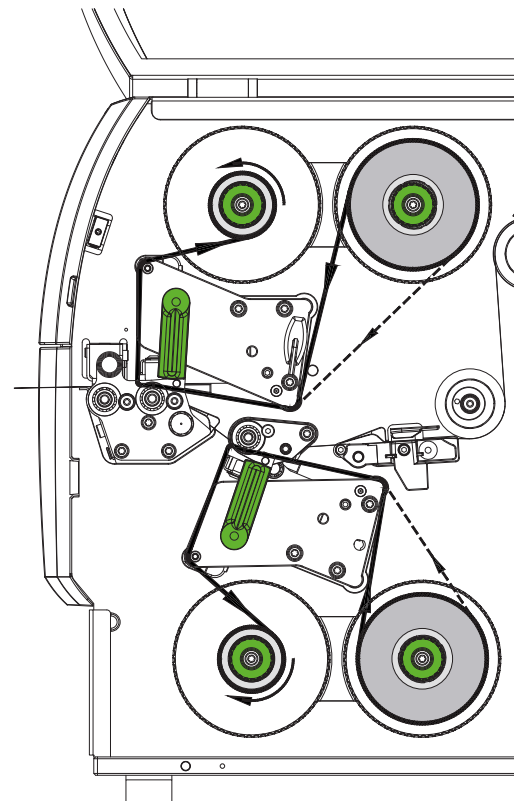

Bild 18 Transferfolienlauf
2. Hebel (6) in Gegenuhrzeigerrichtung drehen, um den oberen Druckkopf anzuheben.
3. Transferfolienrolle (1) so auf den Abwickler (2) schieben, dass die Farbbeschichtung der Folie beim Abwickeln nach unten weist.
4. Transferfolienrolle (1) so auf dem Abwickler positionieren, dass beide Enden der Rolle bei identischen Skalenergebnissen liegen.
5. Transferfolienrolle (1) festhalten und Drehknopf (3) am Abwickler gegen den Uhrzeigersinn drehen, bis die Rolle fixiert ist.
6. Geeigneten Kern (4) auf den Transferfolienaufwickler (5) schieben und in analoger Weise wie die Folienrolle positionieren und fixieren.
7. Transferfolie wie in Bild 18 durch die Druckmechanik führen. Die durchgehende Linie gilt für Folien mit innen-gewickelter, die gestrichelte Linie für Folien mit außen-gewickelter Beschichtungsseite.
8. Transferfolienanfang mit einem Klebestreifen mittig am Transferfolienkern (4) fixieren. Rotationsrichtung des Transferfolienaufwicklers entgegen dem Uhrzeigersinn beachten.
9. Transferfolienaufwickler (5) entgegen dem Uhrzeigersinn drehen, um den Transferfolienlauf zu glätten.
10. Hebel (6) in Uhrzeigerrichtung drehen, um den Druckkopf zu verriegeln.
11. Klappe (8) öffnen und Transferfolie in analoger Weise in untere Druckeinheit (7) einlegen. Die Richtungsangaben gelten hier mit Ausnahme der Drehrichtung der Drehknöpfe entgegengesetzt zur oberen Druckeinheit.